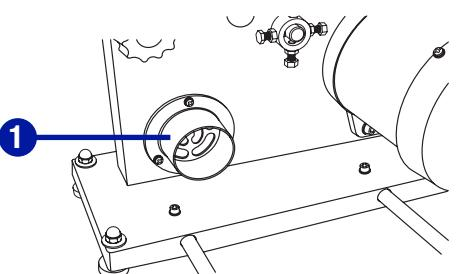

Fig. 12
**CONNECTING DUST EXTRACTION PORT TO DUST COLLECTION SYSTEM (Fig. 12)**